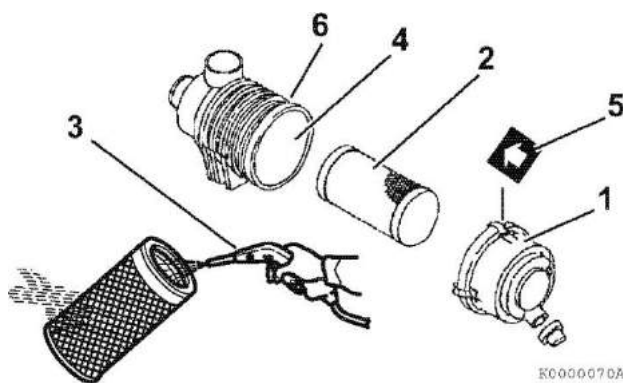

Рисунок 42
1. Отцепите и снимите крышку фильтрующего элемента воздушного фильтра (Рисунок 42 (1)).
2. Удалите фильтрующий элемент (Рисунок 42 (2)) (внешний фильтрующий, если воздушный фильтр оснащен двумя элементами).
3. Продуть (Рисунок 42 (3)) фильтрующий элемент в направлении изнутри-наружу сжатым воздухом под давлением 0.29 - 0.49 МПа, 3.0 - 5.0 кгс/см², чтобы удалить частицы пыли. Следует применять минимально низкое давление воздуха, чтобы не повредить фильтрующий элемент при удалении пыли.
7. Повторно установите фильтрующий элемент в корпус воздушного фильтра (Рисунок 42 (4)).
8. Повторно установите крышки воздушного фильтра, удостоверившись, что направление стрелки (Рисунок 42 (5)) на крышке совпадает со стрелкой на корпусе (Рисунок 42 (6)).
Следует заменять фильтрующий элемент воздушного фильтра (Рисунок 42 (2)) через каждые 500 часов работы двигателя, даже если фильтрующий элемент не поврежден и не загрязнен.
При замене фильтрующего элемента, необходимо очистить внутреннюю часть корпуса воздушного фильтра (Рисунок 42(4)).